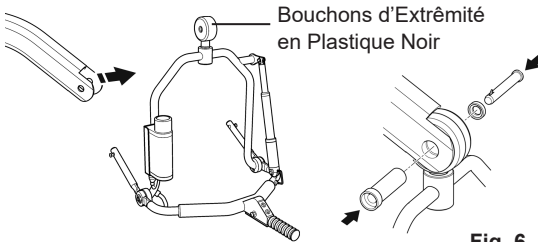

Fig. 6
Pour l'installer, soulevez l'arceau 4 points réglable électriquement vers le créneau du mât de charge. Insérez la chemise de l'axe dans le mât de charge du lève-personne, le bouchon d'extrémité\* en plastique noir et le pivot de l'arceau. Une fois la chemise de l'axe installée et qu'elle soutient le poids de l'arceau réglable électriquement, réinsérez entièrement l'axe de verrouillage dans la chemise jusqu'à ce qu'il se bloque dans la bonne position (voir fig. 6).
- Avant d'utiliser l'arceau 4 points réglable électriquement, assurez-vous que l'axe de verrouillage est poussé jusqu'au taquet comme indiqué sur les figures 6 et 7 de la page 19.